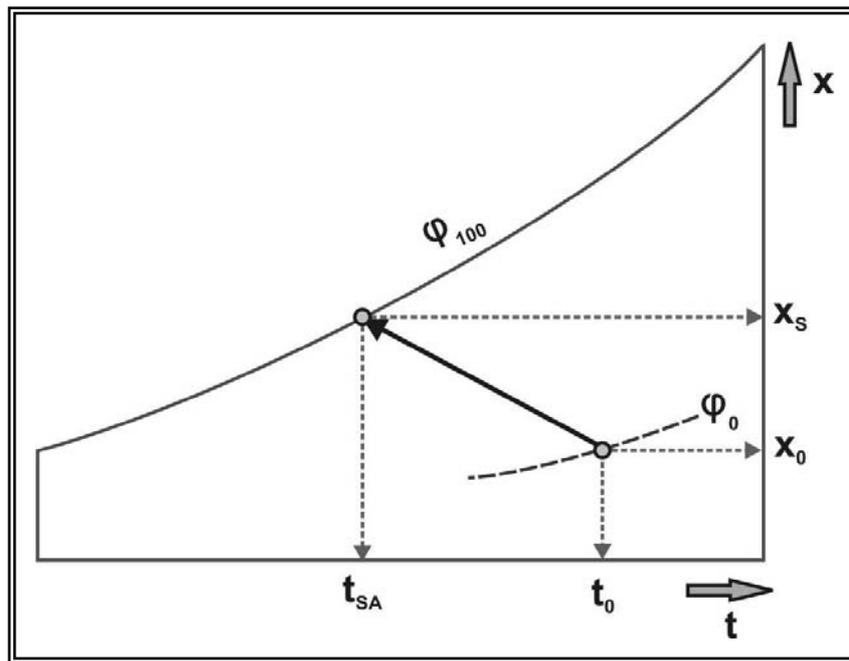

Figura 14
**Enfriamiento a entalpía constante:** Las paredes de un secadero industrial normalmente están aisladas para evitar la pérdida de calor a través de ellas, debido a esto el aire que se utiliza para secar un determinado material dentro del secadero, realiza una transformación de saturación a entalpía constante, pudiendo llegar a su temperatura mínima posible, que es la temperatura de saturación adiabática. En la **Figura 14** se puede observar que el aire inicial (con una temperatura inicial  $t_0$  y una humedad relativa ambiente  $\phi_0$ ) evoluciona sobre la línea de entalpía constante, hasta llegar a la curva de humedad relativa ambiente del 100 %. En ese momento la temperatura del aire será la de saturación adiabática. De todas maneras, en un secadero real nunca llega a esa temperatura, ya que la capacidad del secadero para eliminar agua del material es inversamente proporcional a la **HRA**; cuando mayor es la **HRA** menor capacidad de secar tiene el secadero.